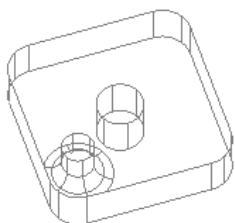

图 7.3.7 维持熔接
- ☑ **维持熔接** 选项：用于设置使用保持熔接的方式处理超出边界的情况，如图 7.3.7 所示。使用此选项创建的圆角可以使圆角和超出边界面保持相切，其保持相切的方式是通过延伸或修剪超出边界面来实现的。